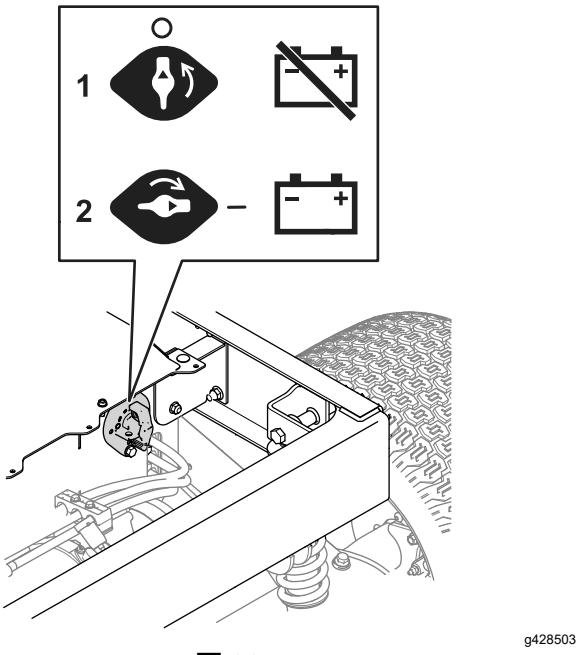

図 36
- 図36のように、バッテリー遮断スイッチを希望位置にセットする。